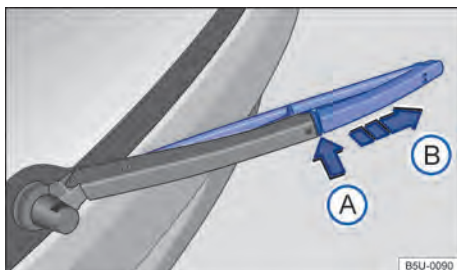

Fig. 164 Substituir a palheta do limpador do vidro traseiro.
- Manter o botão de destravamento → Fig. 164 ① pressionado.
- Retirar a palheta do limpador do vidro traseiro no sentido da seta ②.